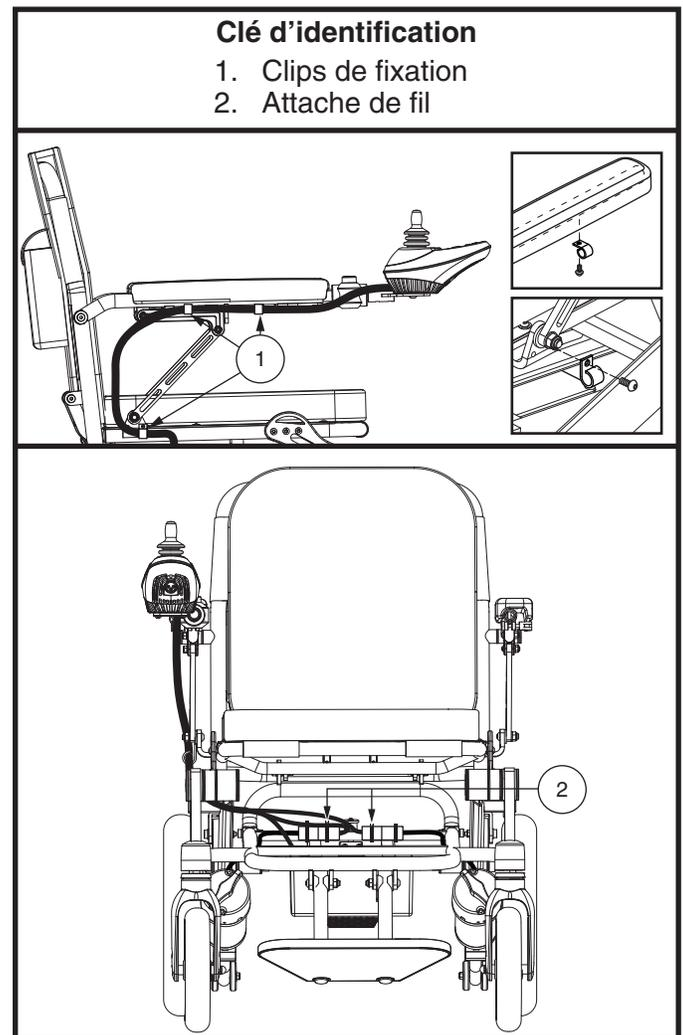

Figure 10. Position du contrôleur
4. Insérez le contrôleur dans l'accoudoir et serrez la vis de réglage, puis verrouillez la poignée de déverrouillage. **Voir la figure 6.** Accrocher le harnais du contrôleur au clips de fixation. **Voir la figure 10.**
3. Débranchez le faisceau du contrôleur des clips de fixation. Désinstallez les clips de fixation et réinstallez-les de l'autre côté. **Voir la figure 10.**
11. Utilisez des attaches pour attacher le harnais du contrôleur au cadre et accrochez le harnais du contrôleur aux clips de fixation. **Voir la figure 10.** Assurez-vous que l'accoudoir peut se lever et s'abaisser librement sans aucune tension sur le faisceau pour éliminer tout risque de déconnexion.